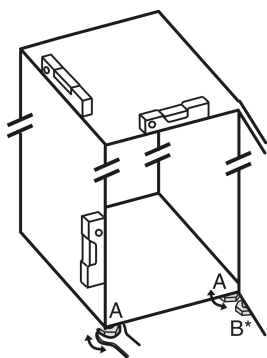

Fig. 34
- ▶ 用随附的开口扳手将垫脚 Fig. 34 (A) 借助水平仪旋出，直至稳固、平坦对齐冰箱。
- ▶ 使用随附的开口扳手旋出托架上的垫脚 Fig. 34 (B)，直至垫脚平置于地板。
- ▶ 将垫脚 Fig. 34 (B) 继续旋转 90°。